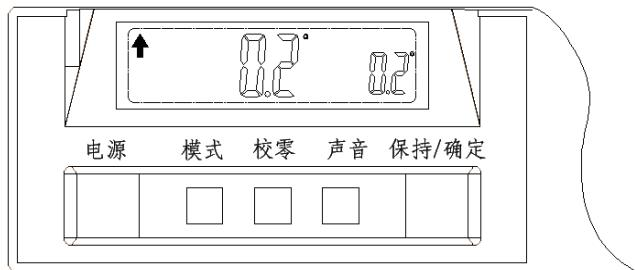

图 G-4
3) 1秒后，坡度计进入工作状态，液晶显示区显示测量角度，见图 G-4；